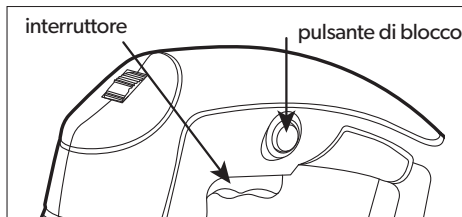

Figura 4
3. Premere il grilletto (17) per accendere il seghetto alternativo. Se utilizzare il seghetto alternativo per un periodo prolungato di volta, premere il blocco grilletto per bloccare il grilletto la sua posizione "ON". Vedere la Figura 4, a destra.